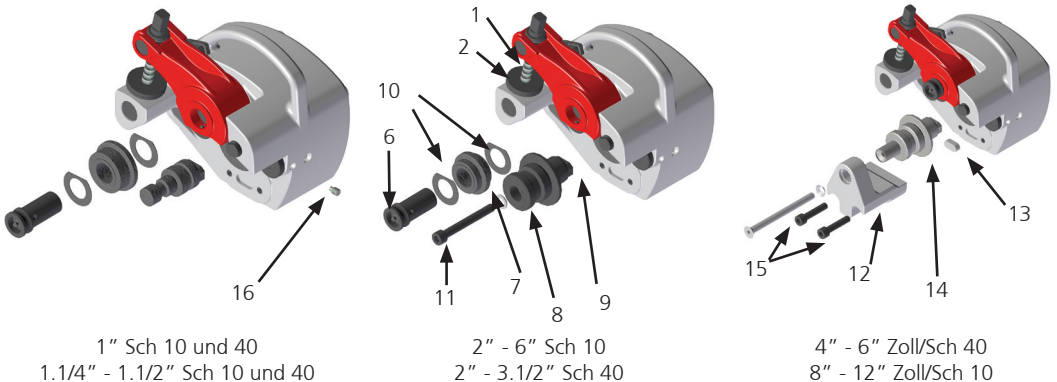

Abb. 4
- Drehen Sie die Zustellschraube (siehe Abb. 4, Nr. 7) gegen den Uhrzeigersinn, um die obere Rolle von der Druckspindel zu heben (siehe Abb. 4, Nr. 8).
- Entfernen Sie die obere Rolle und die Passscheiben (siehe Abb. 4, Nr. 10) vom Rollen-Halter.
- Lösen Sie die drei Schraube von der Zentrierschraube (siehe Abb. 4, Nr. 11).
- Ziehen Sie die Druckspindel (Abb. 4, Nr. 8) aus dem Halter.
- Ist die neue Druckspindel für Rohre von 1" bis 1.1/2", befestigen Sie diese, in dem Sie die Schraube festziehen (siehe Abb. 4, Nr. 11).
- Ist die Druckspindel für Rohre von 4" bis 6" / Sch 40 oder 8" bis 12" / Sch 10 (siehe Abb. 4, Nr. 14), montieren Sie zusätzlich den Stabilisator (siehe Abb. 4, Nr. 12) mit Paßstift (siehe Abb. 4, Nr. 13) und ziehen die Befestigungsschrauben (siehe Abb. 4, Nr. 15) an.
- Ziehen Sie die Schraube (Abb. 4, Nr. 11) mit Unterlegscheibe in der Druckspindel fest.